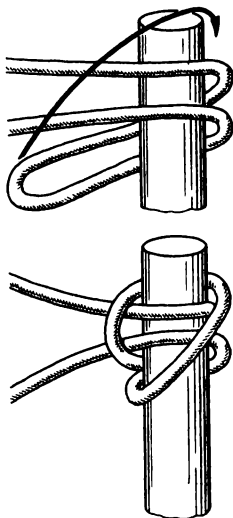

Рис. 63. Паловый узел
**Паловый узел** (рис. 63). Этот нехитрый узел очень удобен для закрепления фалиня шлюпки или катера за пал, битенг или одинарный кнехт. Чтобы правильно завязать его, ходовой конец фалиня нужно сложить вдвое, обнести пал сбоку, пропустить петлю под оба конца и накинуть сверху на пал.